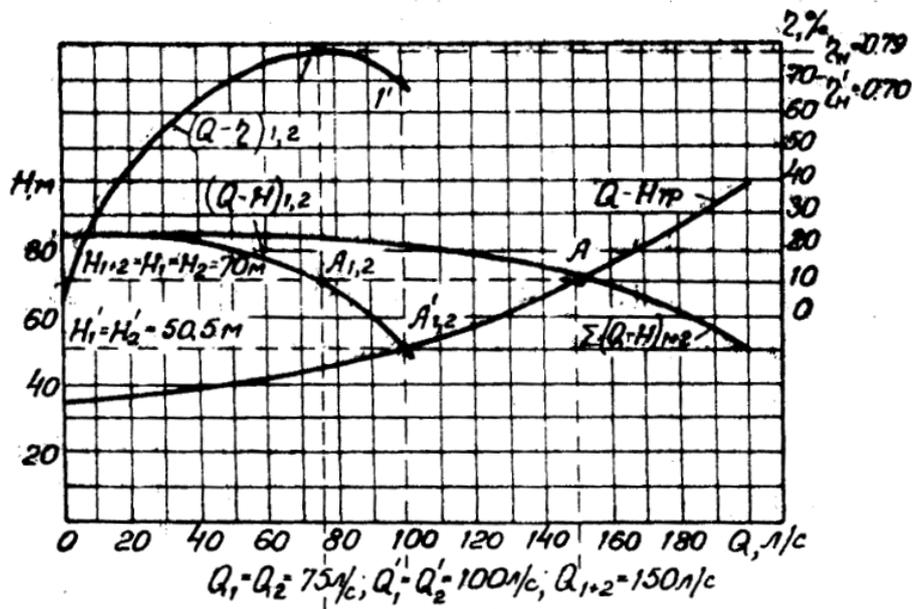

Рис. 4. Характеристика параллельной работы двух одинаковых центробежных насосов Д320-70.
**Постановка задачи.** Два одинаковых центробежных насоса Д320-70, работают параллельно. Насосы расположены в одной насосной станции и имеют характеристики, приведённые на рис. 4.